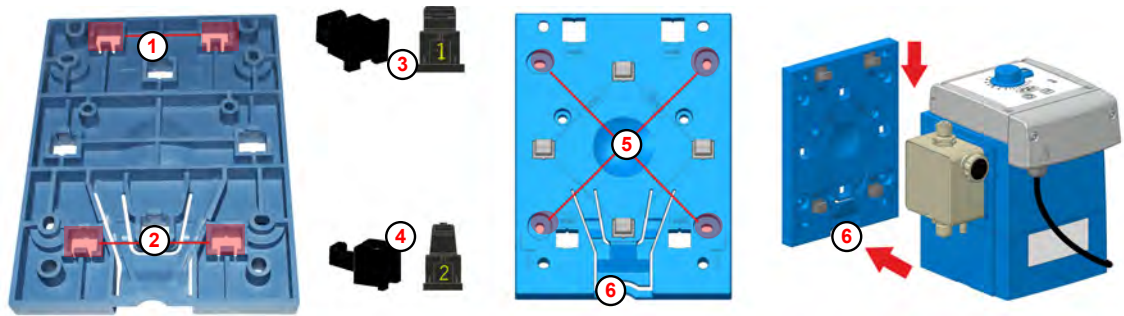

Fig. 5: Preparaciones para el montaje en pared
En la parte inferior de la placa de montaje, las aberturas para el montaje en Montaje en pared (Fig. 5 , ① o ②) están marcadas con el número 2.